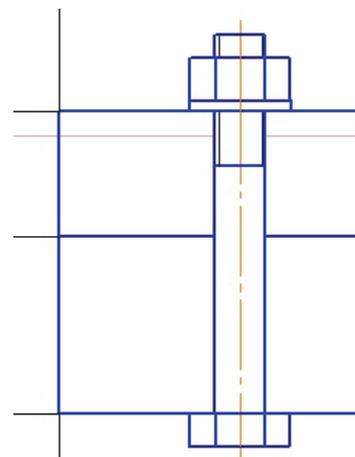

Рис. 5.10
- Установить гайку над шайбой (рис. 5.10).
На данном этапе нужно удалить линии болта, проходящие через гайку и шайбу (см. рис. 5.10). Для этого выбираем болт, затем команду **Редактировать** → **Разрушить** (связи между линиями). После этого удаляем лишние линии на гайке и шайбе (команда **Редактировать** → **Удалить...**).